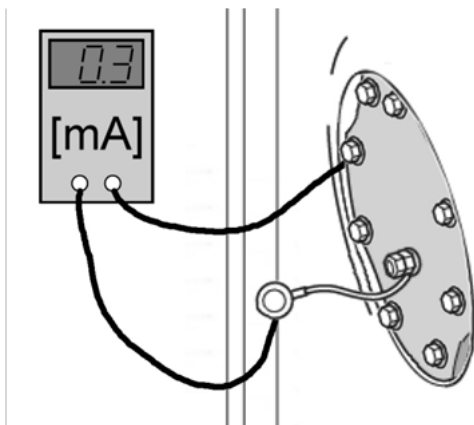

Abb. 21: Anschluss Amperemeter
- ➔ Schalten Sie ein Strommessgerät (Multimeter) in Reihe zwischen Anodenkabel und Speichermasse (Befestigungspunkt des Anodenkabels) (s. Abb. 21).